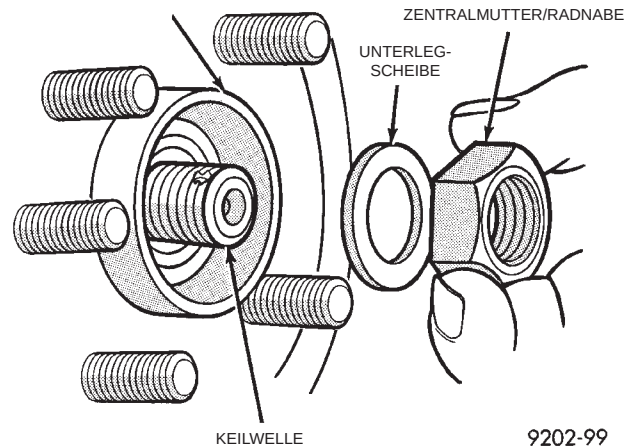

Abb. 75 Unterlegscheibe und Zentralmutter der Vorderradnabe
(12) Das Gewinde der Keilwelle des äußeren Gleichlaufgelenks gründlich reinigen. Unterlegscheibe und Zentralmutter der Radnabe auf die Keilwelle montieren und festziehen (Abb. 75).